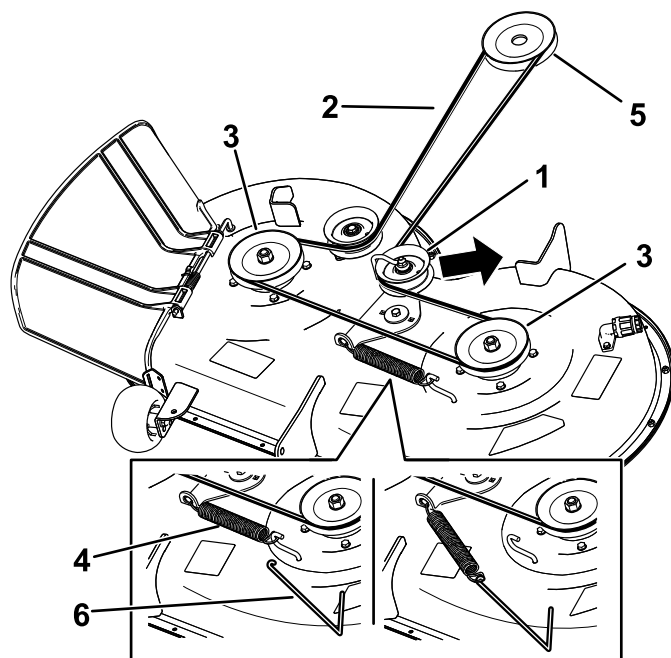

Figura 58
7. Utilize um removedor de molas (Peça Toro n.º 92-5771) para remover a mola intermédia do gancho da plataforma para retirar tensão da polia intermédia e rode a correia para fora das polias (Figura 58).
8. Coloque a nova correia em redor da polia do motor e nas polias do cortador (Figura 58).
9. Utilizando um removedor de molas (peça Toro n.º 92-5771), instale a mola intermédia por cima do gancho da plataforma para colocar tensão na polia intermédia e na correia do cortador (Figura 58).